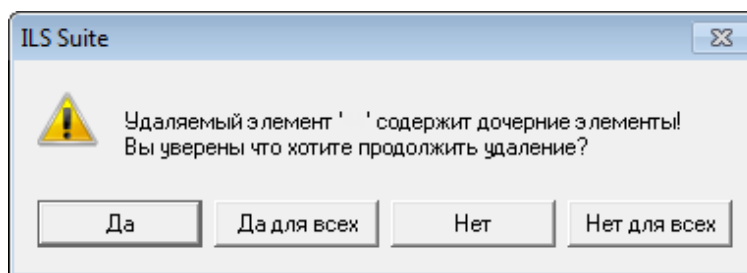

Рис. 10-290 – Сообщение о наличии дочерних элементов
- 4) В открывшемся диалоговом окне нажать «Да» для подтверждения действия (рис. 10-290).